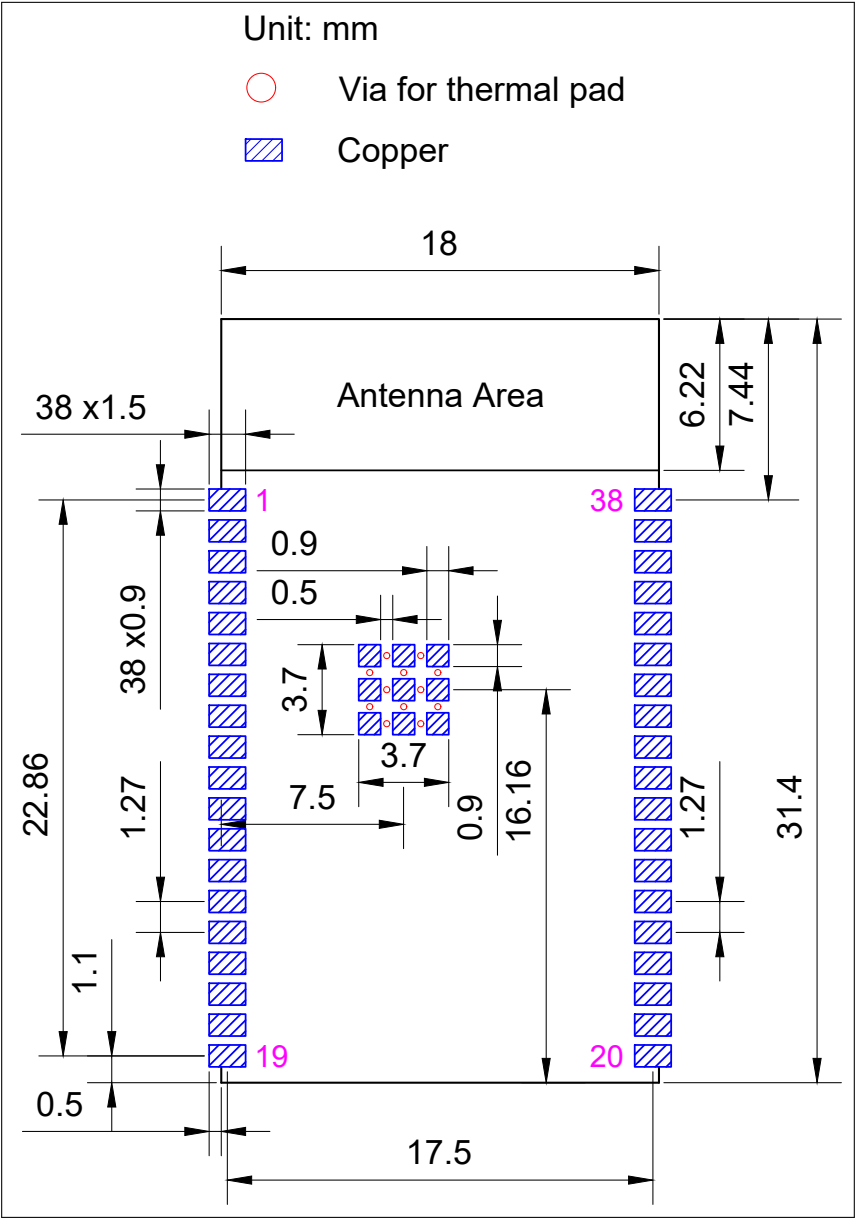

图 15: 推荐 PCB 封装图形
- 推荐 PCB 封装图，标有 PCB 设计所需的全部尺寸。详见图 15 推荐 PCB 封装图形。
- 推荐 PCB 封装图的源文件，用于测量图 15 中未标注的尺寸。您可用 Autodesk Viewer 查看 ESP32-WROVER-E 和 ESP32-WROVER-IE 的封装图源文件。